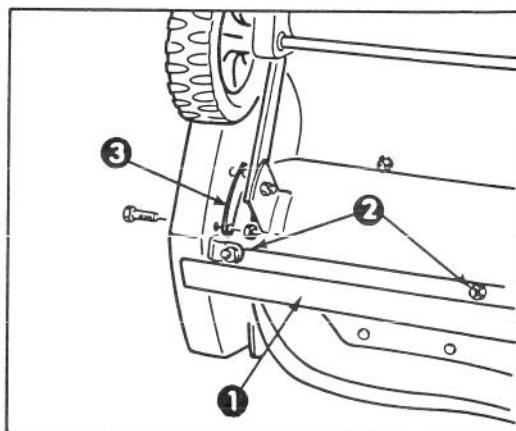

Fig. 13
4. Rimuovete 2 viti e dadi che reggono il supporto inferiore dello chassis all'armatura laterale (Fig. 13 e 14).
5. Inclinete la macchina sul fianco. Togliete i controdadi e le viti che tengono la lama d'usura in posizione (Fig. 13). Togliete la lama e il supporto inferiore dello chassis.